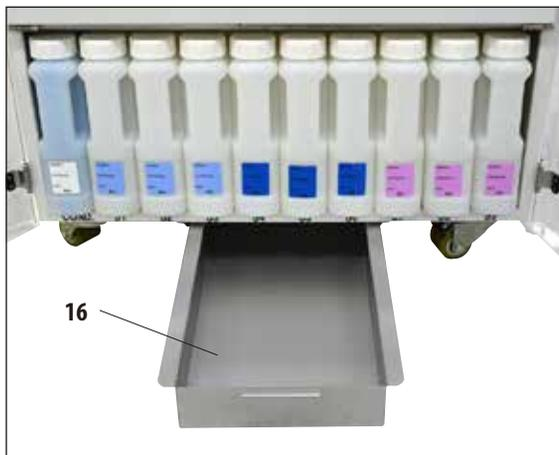

Abb. 230
Die Auffangwanne (16) ist regelmäßig auf Anzeichen von ausgelaufenen Reagenzien zu überprüfen (Abb. 230). **Empfohlen** nach beendetem Infiltrations- und Reinigungsprogramm, damit ausgelaufenes Reagenz nicht verdunsten kann.
- Dazu die Wanne an dem Griff nach vorn herausziehen (Abb. 230) und ggfs. entleeren.